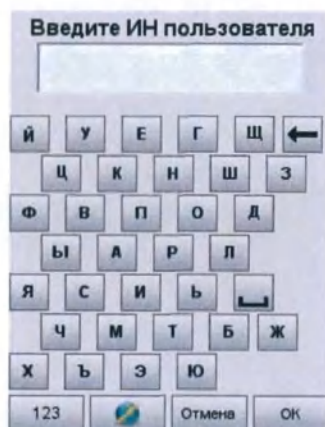

Рис.8-36 Введите ИН пользователя
- Введите информацию о безопасности, если она включена (Рис.8-36). Информацию о функциях безопасности можно найти в разделе 3.2.3.